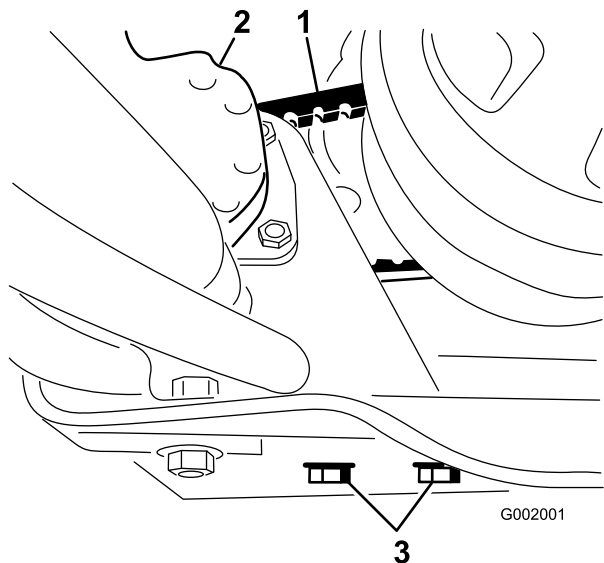

Figure 62
2. Desserrez les boulons de fixation de la pompe de direction (Figure 62).